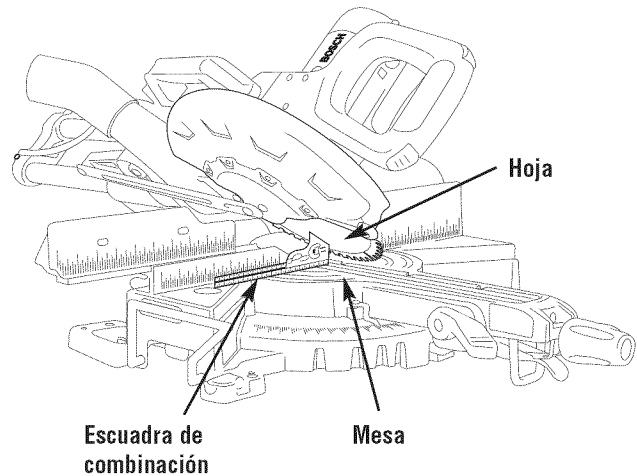

Figura 9. Hoja a 45° respecto a la mesa
5. Afloje el mango de fijación de bisel e incline el ensamblaje del cabezal hasta un bisel de 45°. Compruebe el tope de bisel de 45°. El indicador de bisel debe estar en la marca de 45° y el tope de bisel de 45° debe estar en contacto completo con el tornillo de tope de bisel de 45°. Coloque la escuadra de combinación sobre la mesa y presiónela contra la hoja. La hoja debe hacer contacto con toda la longitud de la escuadra de combinación. (Figura 9).